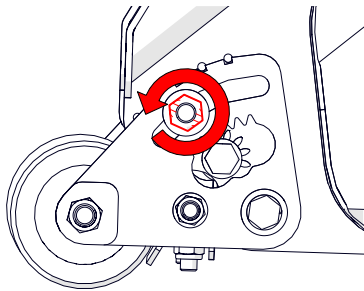

Abb. 12E – Die obere Klemmmutter des Walzenquadranten lösen
6. Die obere Klemmmutter des Walzenquadranten lösen [19-mm-Schlüssel] (Abb. 12E). Für den gegenüberliegenden Quadranten wiederholen.